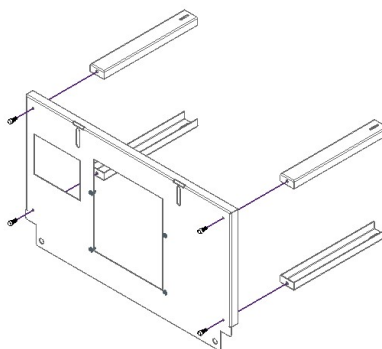

Figure 2 - Montage de la table auxiliaire
1. Protégez la surface sur laquelle vous allez travailler. Les quatre pieds de la table doivent être assemblés à l'aide de quatre vis DIN 912 M8x20mm comme indiqué sur la Figure 2.